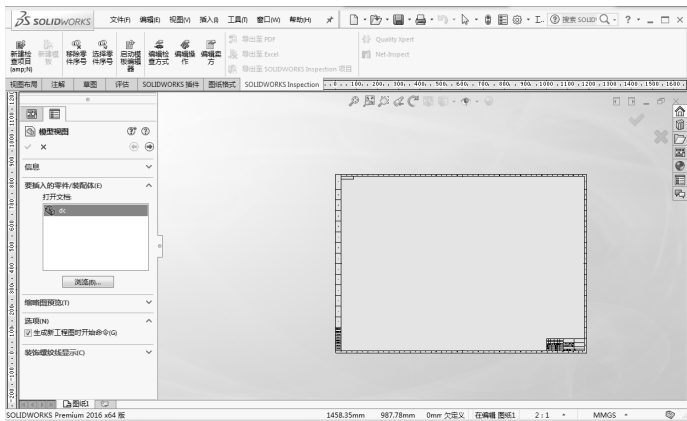

图 11-66 工程图窗口
- 04** 系统打开如图 11-66 所示的工程图窗口，双击如图 11-67 所示的“模型视图”属性管理器中的“要插入的零件/装配体”选项中的打开文件“dc”。